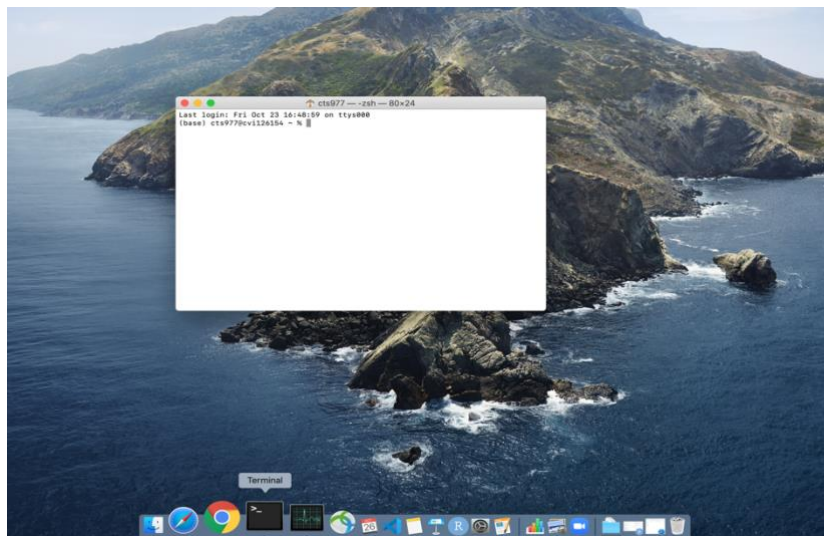

Figura 8. Pantalla terminal MAC para el control de calidad.
1. Abrir terminal en MAC, en el cuál se verá la pantalla de la figura 8.